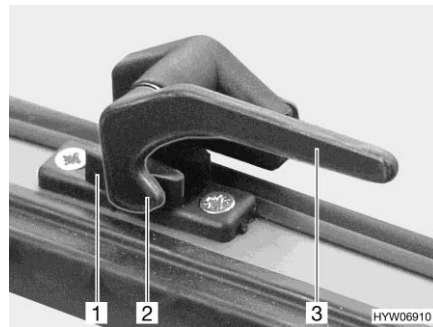

Fig. 53 Leva di serraggio (posizione "Chiusa")
- Apertura:** ■ Ruotare la leva di serraggio (Fig. 53,3) di un quarto di giro verso il centro della finestra.
- Ruotare la leva di serraggio (Fig. 53,3) di un quarto di giro verso il telaio della finestra. Il nasello di chiusura (Fig. 53,2) si trova sul lato interno della chiusura della finestra (Fig. 53,1).
- In posizione "Completamente chiusa" (Fig. 53).